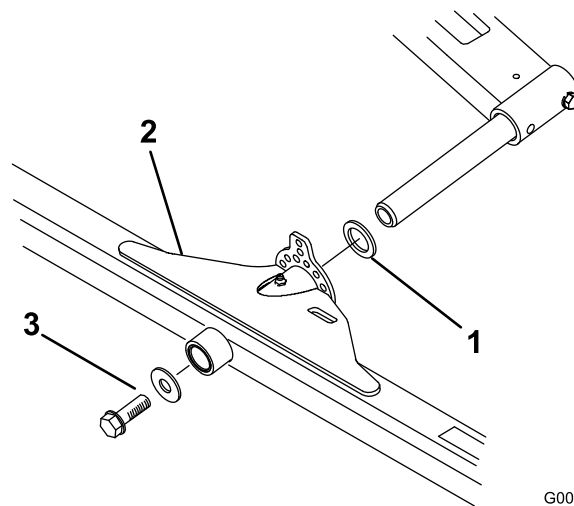

Figura 9
1. Deslice una arandela de empuje sobre la varilla de pivote del brazo de elevación (Figura 9).
2. Deslice el bastidor de la unidad de corte sobre la varilla de pivote y fíjelo con una arandela plana y un perno con arandela prensada (Figura 9).